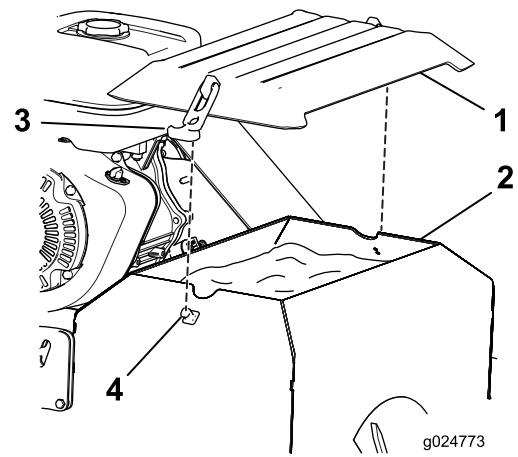

Bild 11
- Um die Saatgutabdeckung einzubauen (Bild 11), legen Sie ihn auf den Samenfüllkasten und befestigen Sie ihn auf beiden Seiten mit den Gummiverschlüssen an den Verschlussshaken.